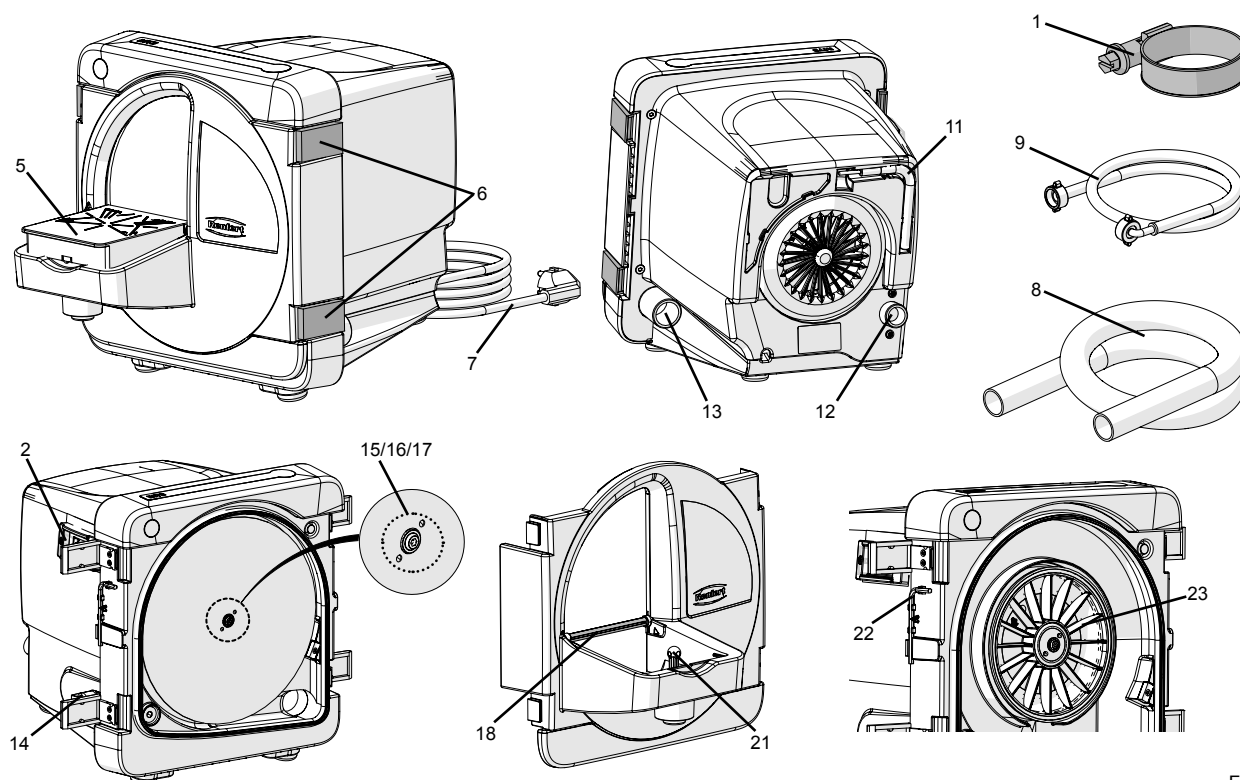

Fig. 1
- Insertar el enchufe de red (7, Fig. 1, 2).
El aparato se conecta/desconecta con el interruptor on/off (2, Fig. 1).